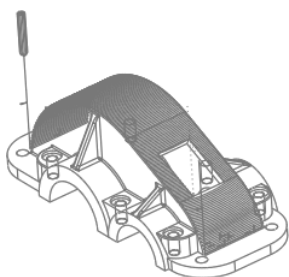

图 10.2.46 刀具路径
Step3. 单击“播放路径”对话框中的  按钮,可以观察刀具的路径,如图 10.2.46 所示。单击 **▶ CL 数据** 栏可以查看生成的 CL 数据,如图 10.2.47 所示。